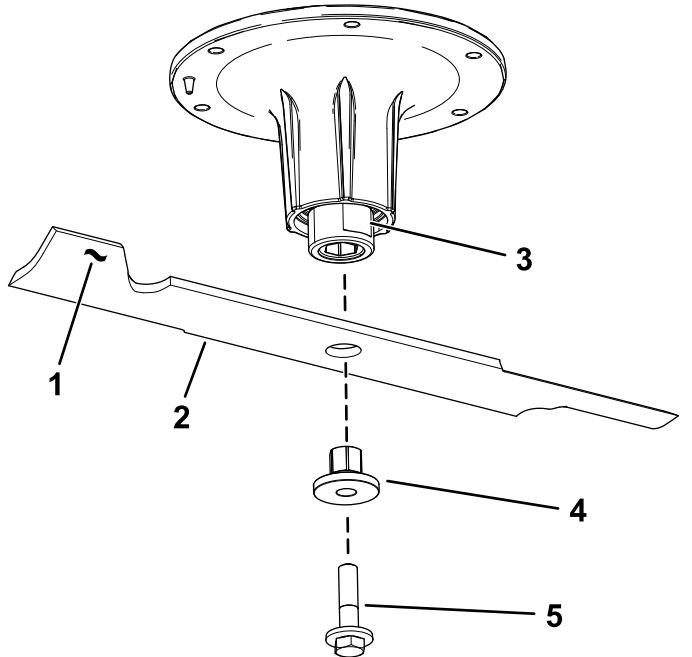

Figura 95
2. Retire el perno de la cuchilla, el buje y la cuchilla del eje (Figura 95).